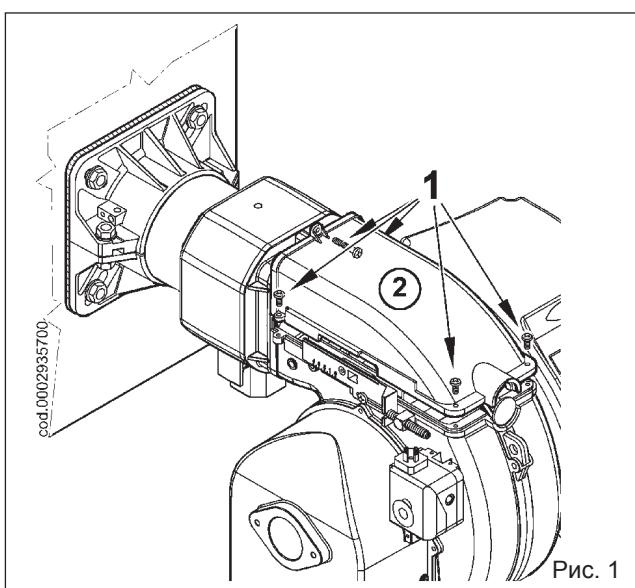

Рис. 1
- 1) Открутите винты (1) и снимите крышку (2), смотрите рисунок 1.
- 1) Выполните инструкции, данные в параграфе "Техобслуживание", выньте узел смешения и снимите винт (1), соединяющий шток продвижения (2) узла с газоподающей трубой (3).
- (3) Снимите винт (5), соединяющий газовый смеситель (6) с трубой (рис. 1).
- 2) Поверните на 180° коленчатый фитинг (4) и смеситель (6) так, чтобы вход газа был обращен вверх (рис. 1). Снова закрепите смеситель и шток продвижения узла к газоподающей трубе.
- 3) Теперь снимите 4 гайки (7), показанные на рисунке 2, освободите огневую трубу (8) от соответствующих шпилек и установите ее обращенной вверх резьбовым